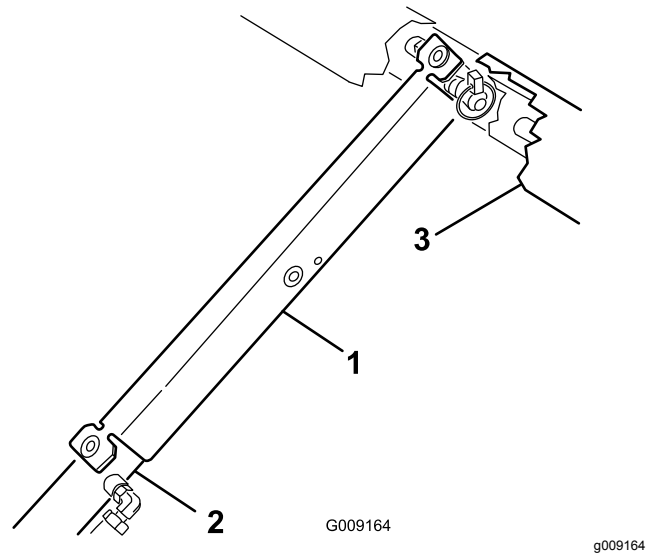

Figura 22
3. Empuje el soporte de la plataforma sobre la varilla del cilindro y asegúrese de que los extremos del soporte descansan sobre el extremo del cuerpo del cilindro y el extremo de la varilla del cilindro (Figura 22).